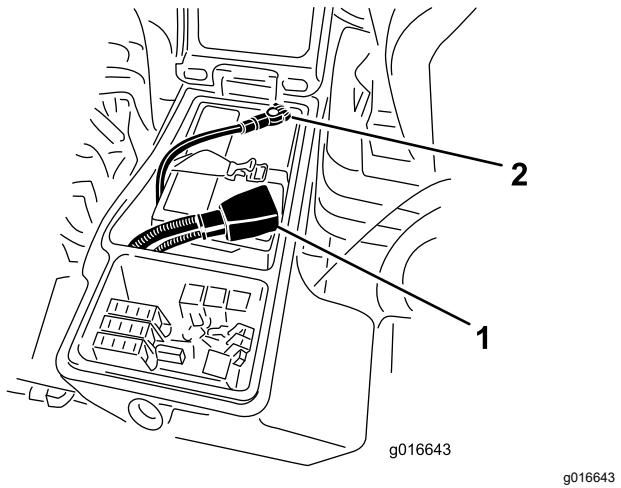

Figura 81
4. Collegate il cavo positivo (rosso) al terminale positivo (+) e il cavo negativo (nero) al terminale negativo (-) della batteria (Figura 81). Fissate i cavi ai poli con viti a testa cilindrica e dadi. Verificate che il morsetto positivo (+) sia completamente sul polo, e che il cavo sia posizionato in modo aderente alla batteria. Il cavo non deve toccare il coperchio della batteria. Fate scorrere la guaina di gomma sul morsetto positivo per evitare un cortocircuito.